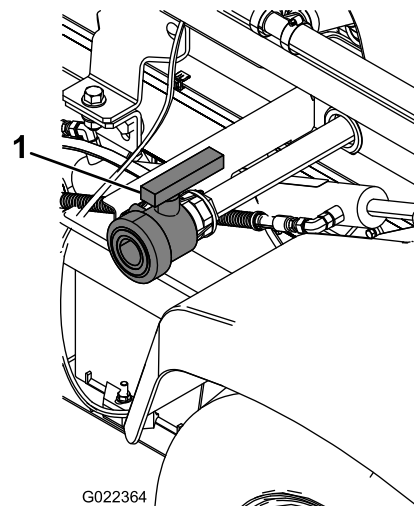

Figure 72
2. Trouvez l'emplacement du robinet de vidange de la cuve du côté gauche de la machine (Figure 72).